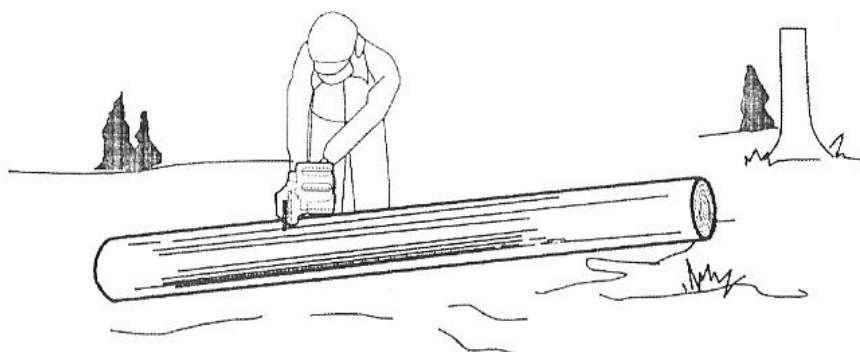

Рис. 26
6. При работе на склонах всегда стойте над стволовом дерева (Рис. 26).